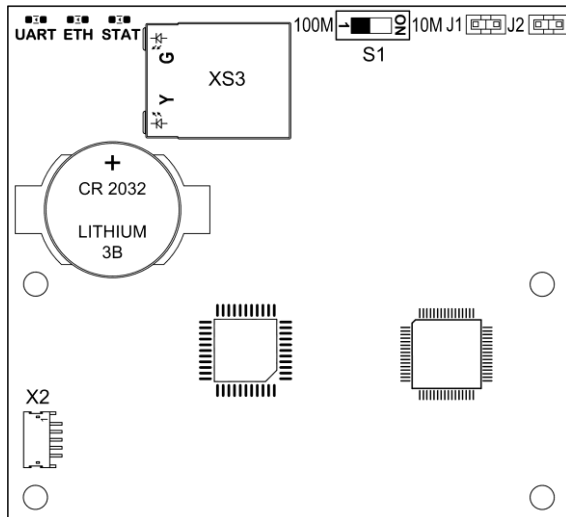
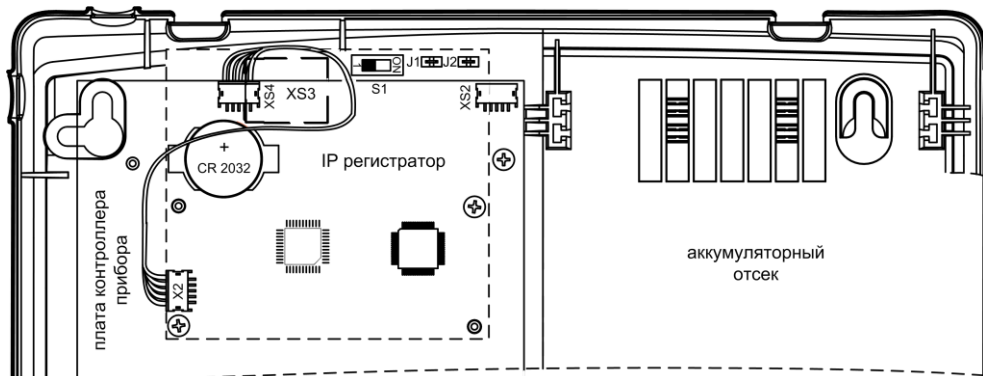

Рис.1 Плата IP регистратора
Рис.2 Установка IP регистратора в прибор
Переключатель S1(рис. 1) позволяет выбрать скорость работы в сети Ethernet 100М или 10М.
На плате IP регистратора установлены две перемычки J1 и J2 (рис.1). Назначение перемычек приведено в табл. 1.
3. Подключите жгут САОП.685621.046 к разъёму X2 платы IP регистратора (рис.1, 2).
4. Установите IP регистратор (рис.1) в корпус прибора (под плату контроллера), как показано на рис.2 и зафиксируйте его двумя винтами-саморезами.
6. Подключите жгут САОП.685621.046 к разъёму XS4 платы контроллера прибора (рис.2).